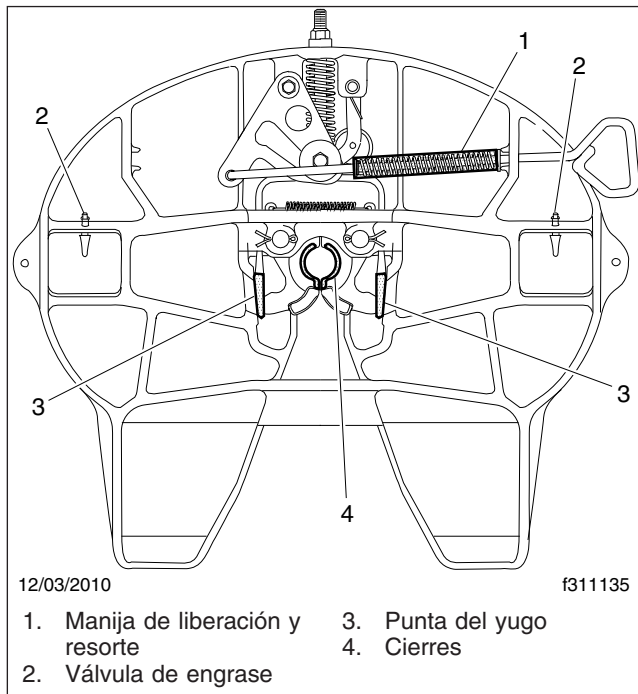

Figura 9, Lubricación con grasa de la quinta rueda Holland FW35
3. Lubrique los extremos del yugo, los cierres y la manija y el resorte de liberación: vea la Figura 9. Engrase los soportes de montaje a través de las válvulas de engrase. Se recomienda una grasa clasificada para "temperaturas bajas" de -30 °F (-34 °C) o más bajas, como Cato Oil and Grease #5213, Craftsman Chemical Co. #LTF 2, Mystic LP-200 o una equivalente.